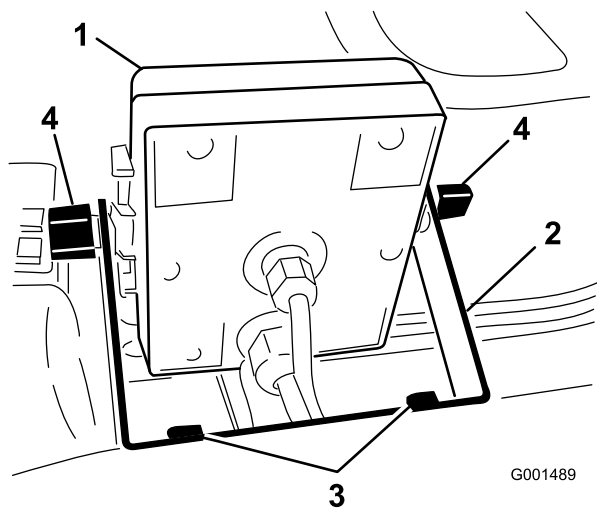
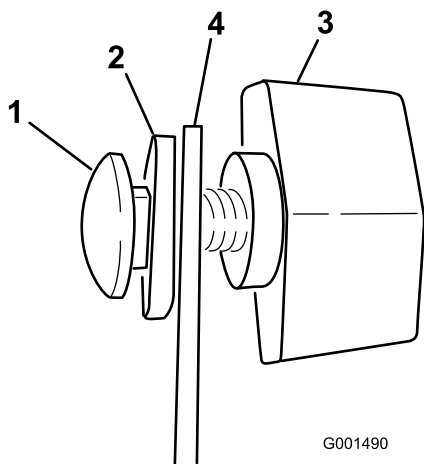

図 5
図 6
2. モニタのブラケットをダッシュボードに取り付ける； フランジヘッド・ボルト (1/4 x 3/4 in) 2本とフランジ・ナット (1/4 in) 2本を使用する (図 5)。
3. キャリッジボルト、ゴム・ワッシャ、ノブ 各 2 個を、図 5 および図 6 のように仮止める。
- ブラケットにスプレープロを取り付け (図 5)、ノブで固定する。